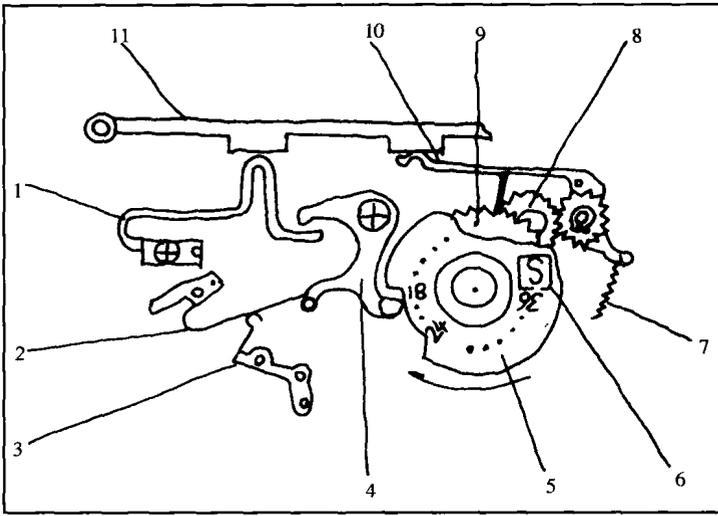

图 1-4 理光 XF—30 计数器与三幅空送机构示意图
计数器与计数开关及三幅空送机构 图 1-4
(1) 计数器：该机的计数器，如图 1-4，由计数离合齿轮 8 及其上方的凹齿、计数齿轮 9、计数盘 5、离合杆 10 及后盖 11 组成。计数离合齿轮 8 的上方凹齿与计数齿轮 9 的离合由后盖 11 所控制。合上后盖 11，推动